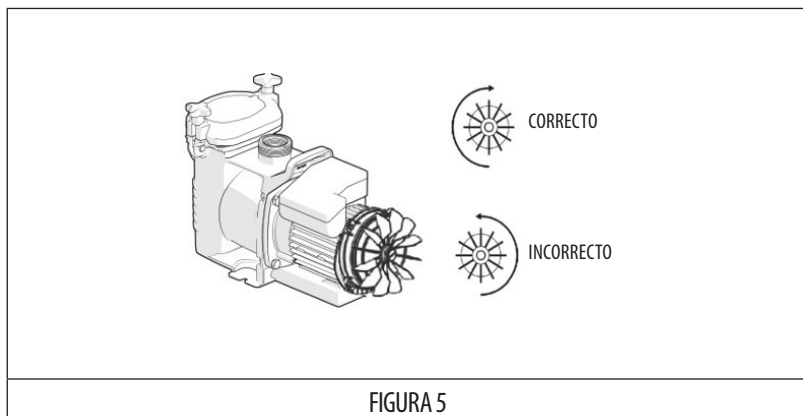

FIGURA 5
- Compruebe que el motor gira en la dirección correcta (mirando el ventilador ubicado en la parte trasera del motor). (ver FIGURA 5).